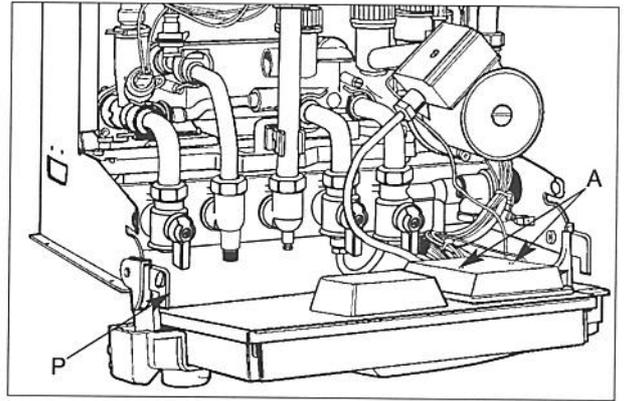

Fig. 11
- Desatornillar los dos tornillos "A" (fig. 11) de fijación de la tapa de protección de las conexiones eléctricas,
- quitar la carcasa y bajar la caja electrónica (ver fig. 11 página 12).